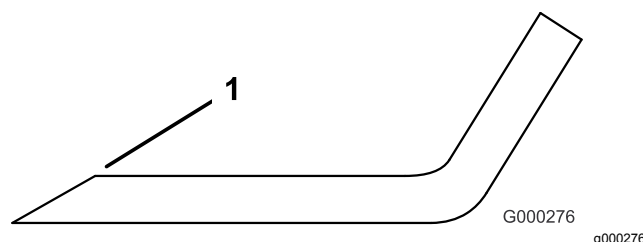

Figura 112
- Controllate i taglienti di tutte le lame, e affilatele se fossero ottusi o scheggiati. Affilate soltanto la parte superiore del tagliente e mantenete l'angolo di taglio originale per garantire l'affilatezza (Figura 112). La lama rimane bilanciata soltanto se viene rimossa una quantità uguale di metallo da entrambi i taglienti.